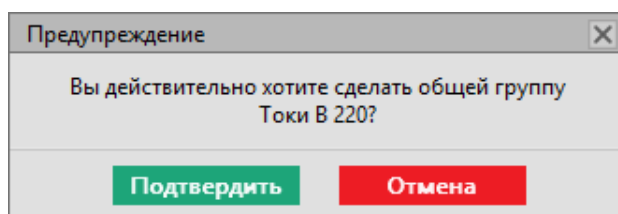

Рисунок 27 - Предупреждение
2. Подтвердите свои действия в диалоговом окне (Рисунок 27).